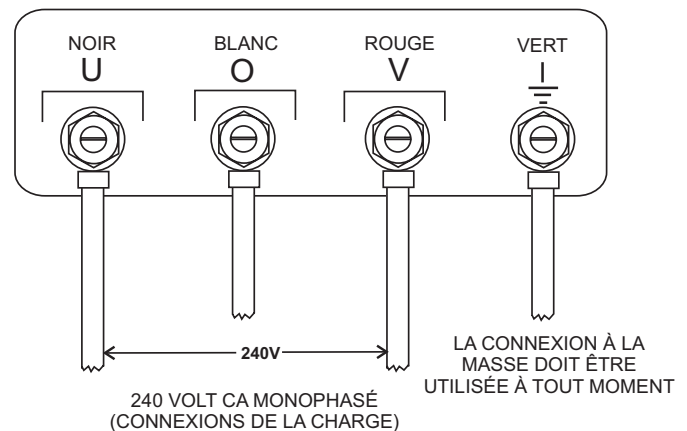

Figure 15. Pattes de Borne de Sortie Connexion Monophasée 240
1. Connectez les fils de charge aux **pattes de borne de sortie** comme indiqué sur la Figure 15.